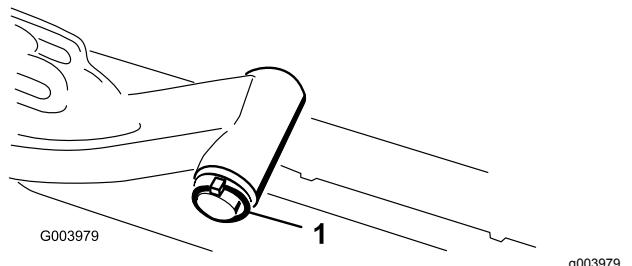

Figura 11
- A. Retire el pasador de seguridad y la arandela que fijan el eje pivotante del brazo de elevación al brazo de elevación, y deslice el eje pivotante fuera del brazo de elevación (Figura 11).
C. Introduzca el eje del brazo de elevación en el brazo de elevación y fíjelo con la arandela y el pasador de seguridad (Figura 11).